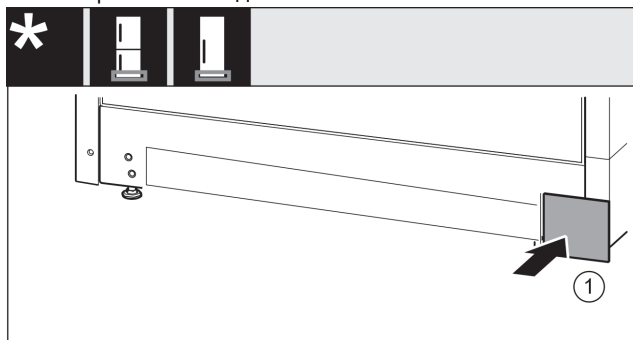

Fig. 18
- Снова установите крышку Fig. 18 (1) с другой стороны.